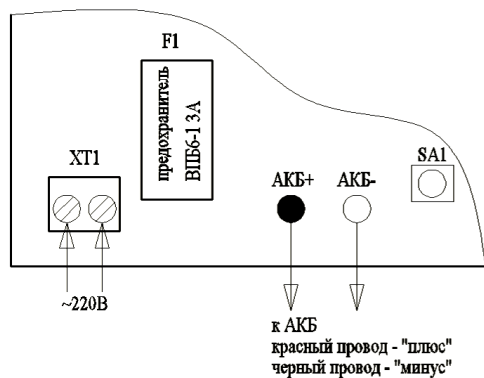

Рисунок.2 Схема внешних подключений основного и резервного источников питания
9.4.Электрические соединения прибора при установке производятся в соответствии со схемой подключения (рис. 2 и 3).